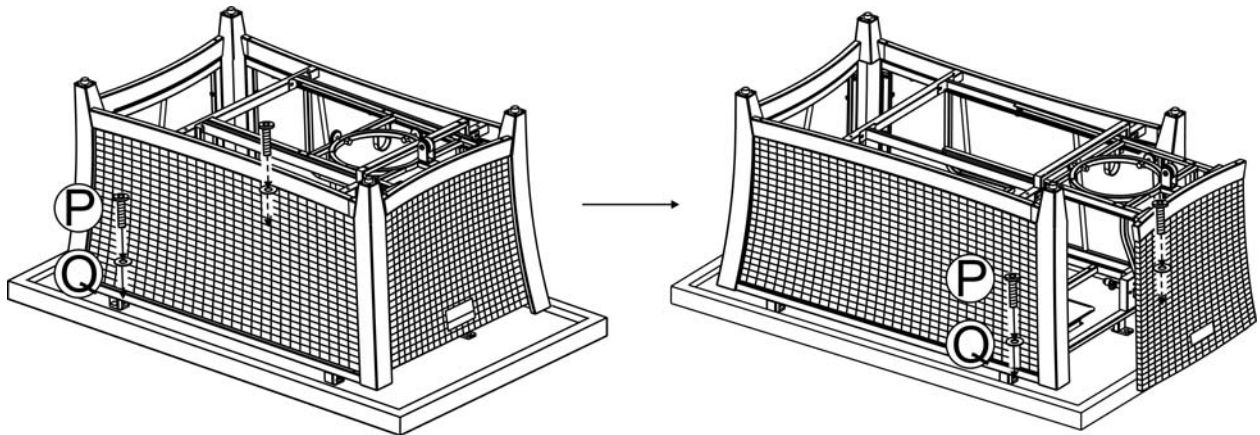

Figura 3
2. Ponga la base de hoyo de fuego en el tablero de la mesa. Asegure el final de la base de hoyo de fuego al tablero de la mesa, luego abra la puerta y asegure otro lado de la base de hoyo de fuego al tablero de la mesa usando tornillos de 1/4 pulgada x 20 mm y arandelas que se proporcionan. Ver la Figura 3.